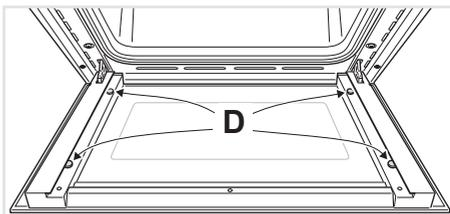

Fig. 4.18
- Verificare che i 4 distanziatori "D" siano nella loro posizione (fig. 4.18).